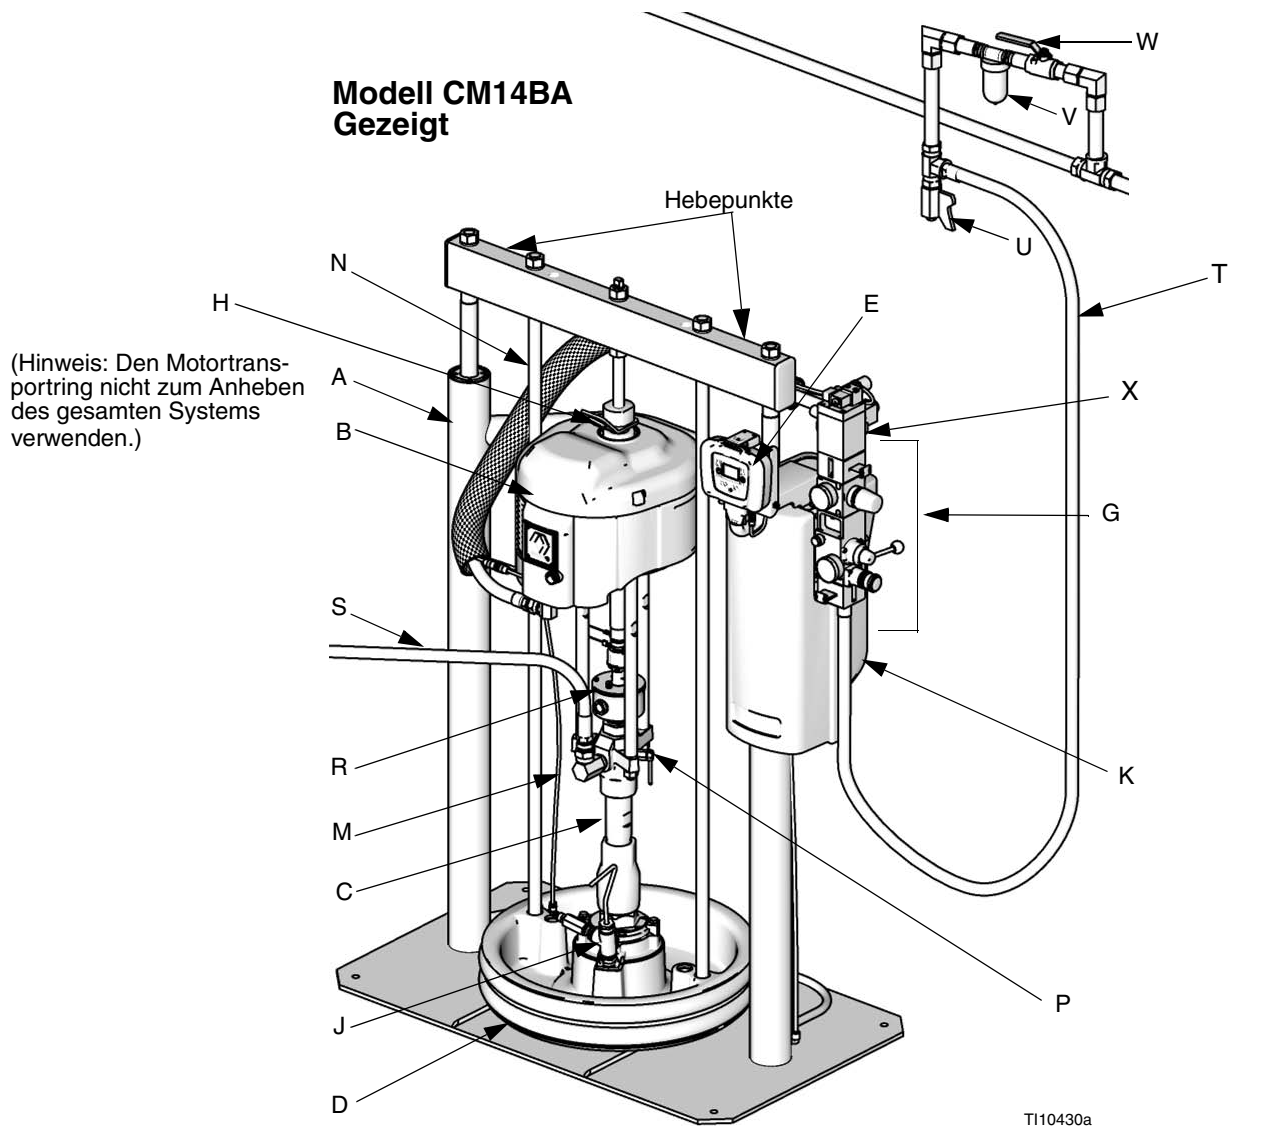
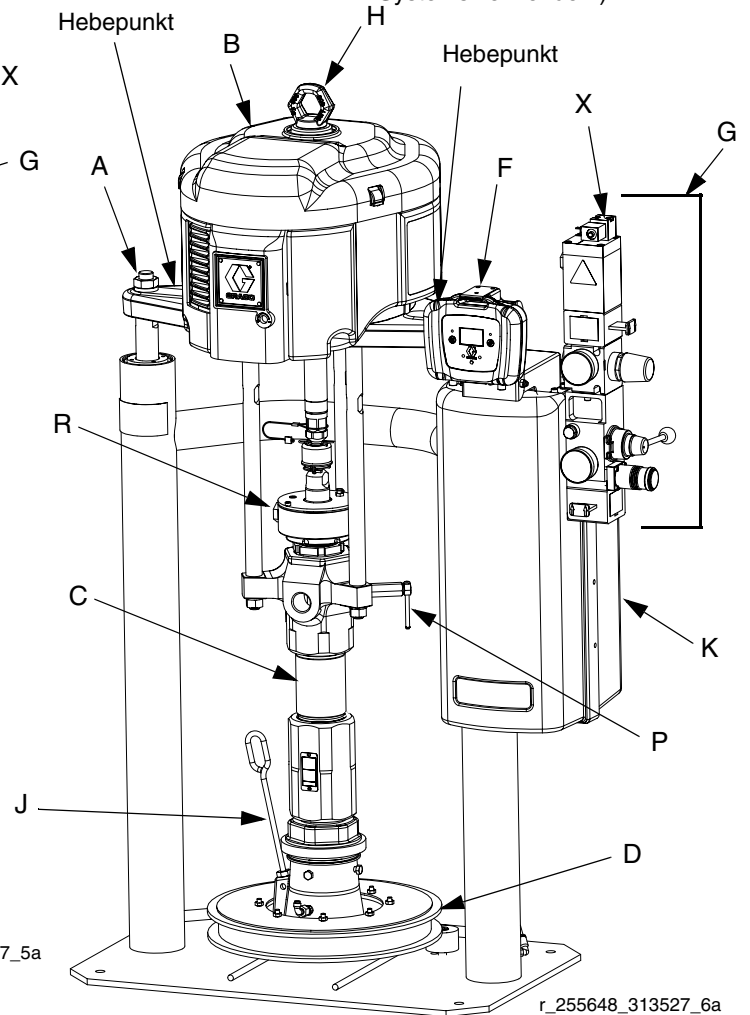

ABB. 1
ABB. 2
- S Materialleitung (nicht enthalten, siehe ABB. 1)
- T Druckluftleitung (nicht enthalten, siehe ABB. 1)
- U Druckluftentlastungsventil (nicht enthalten, siehe ABB. 1)
- V Luftfilter (nicht enthalten, siehe ABB. 1)
- W Absperrhahn für Druckluftleitung (nicht enthalten, siehe ABB. 1)
- **Hauptdruckluftschieber (BA):** Schaltet die Druckluft im System ein und aus. Wenn der Schieber geschlossen ist, wird der Druck in Prozessrichtung nachgeschaltet abgebaut.
- **Druckluftregler an der Ram (BB):** Steuert den Aufwärts- und Abwärtsdruck der Ram sowie den Ausblasdruck.
- **Ram-Richtungsventil (BC):** Steuert die Bewegungsrichtung der Ram.
- **Abluftanschluss mit Schalldämpfer (BD)**
- **Regler für den Druckluftmotor (BE):** Steuert den Luftdruck am Druckluftmotor.
- **Schieber für den Druckluftmotor (BF):** Schaltet die Druckluft zum Druckluftmotor ein und aus. Wenn der Schieber geschlossen ist, wird die Luft freigesetzt, die zwischen dem Schieber und dem Druckluftmotor eingeschlossen ist. Drücken Sie den Schieber ganz hinein, wenn Sie das Gerät ausschalten möchten.
Remote DataTrak: Das Druckluft-Magnetventil (X, ABB. 1), der Schieber für den Druckluftmotor (BF) und der Hauptdruckluftschieber (BA) müssen geöffnet sein, damit Druckluft durch das System strömen kann. (Siehe den Abschnitt **Remote DataTrak -Setup**, Seite 23.)
- **Ausblastaste (BG):** Schaltet die Druckluft ein und aus, um die Folgeplatte aus einem leeren Behälters hinaus zu drücken.
Siehe ABB. 1.
ABB. 1, ABB. 2 und ABB. 6 sind lediglich als Anleitung für die Auswahl und die Installation von Systemkomponenten und Zubehör vorgesehen. Ihr Graco-Händler hilft Ihnen gerne bei der Zusammenstellung eines Systems, das Ihren jeweiligen Anforderungen entspricht.
Heben Sie das Zufuhrsystem stets an den entsprechenden Hebepunkten an (siehe ABB. 1, ABB. 2 und ABB. 6). Heben Sie es auf **keine** andere Weise an.